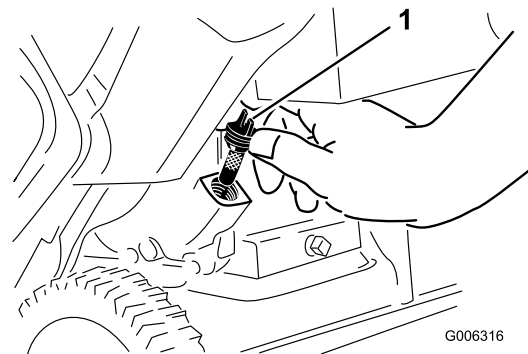

Bild 22
6. Reinigen Sie den Bereich um den Öleinfülldeckel (Bild 22).
7. Schrauben Sie den Öleinfülldeckel ab und entfernen ihn (Bild 22).